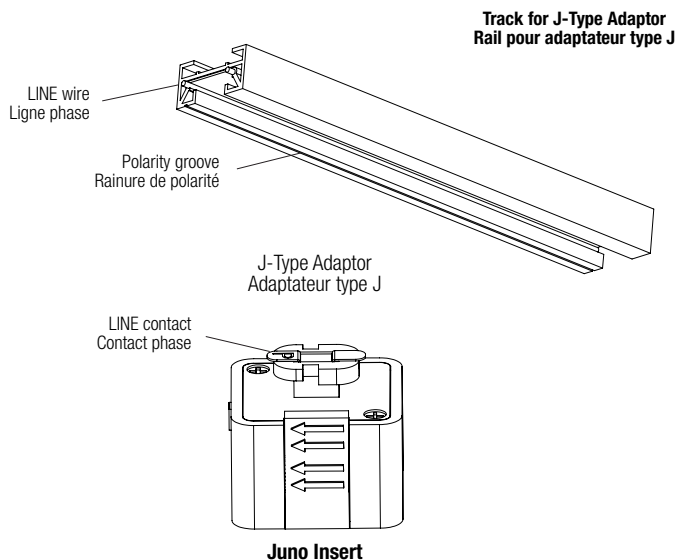

Fig. 2
2. All Track fixtures are manufactured with Indicator Arrows designed to point toward the Polarity Groove once installed. See Fig 2.
2. Tous les luminaires à rail sont fabriqués avec des indicateurs fléchés conçus pour être dirigés vers la rainure de polarité une fois installés. Voir Fig. 2.